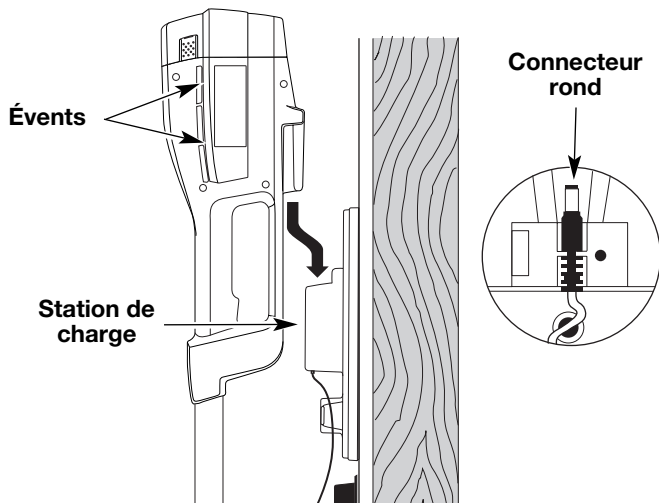

Fig. 4
1. Glissez l'appareil dans la station de charge jusqu'à ce qu'il soit bien assis (Fig. 4). Le connecteur rond de la station de charge s'insère alors dans l'appareil. Voir *Remplacement du chargeur*.
NOTA : La batterie chauffe pendant la charge. Assurez-vous que les événements du boîtier de la batterie sont toujours dégagés (Fig. 4).